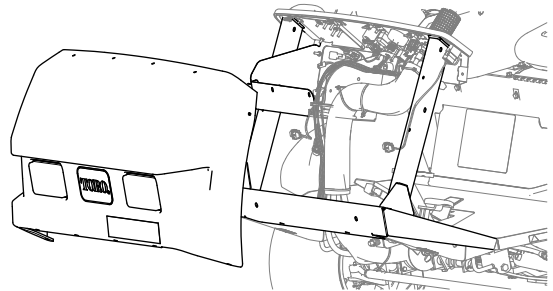

Figura 62
7. Retire o capot da máquina (Figura 62).